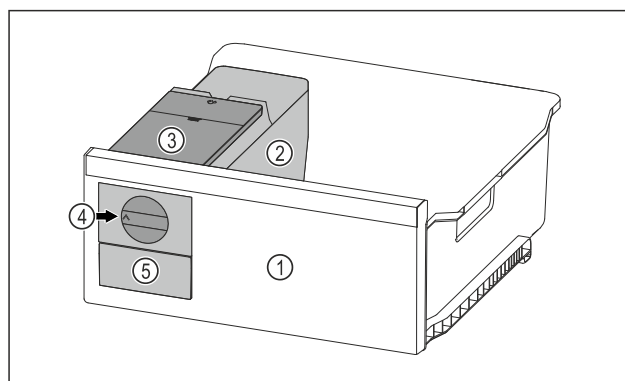

Fig. 125 Immagine a titolo di esempio
- Ruotare la manopola Fig. 125 (4) verso destra finché non si arresta.
- I cubetti di ghiaccio cadono dalla ciotola dei cubetti di ghiaccio nel cassetto dei cubetti di ghiaccio Fig. 125 (5). Se non tutti i cubetti di ghiaccio fuoriescono dalla ciotola dei cubetti di ghiaccio: